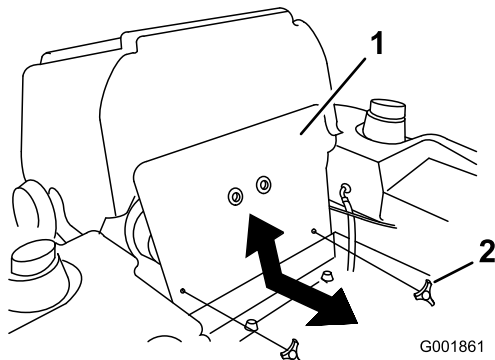

Figura 42
3. Inclíne el asiento hacia adelante y retire el panel delantero del motor (Figura 42).